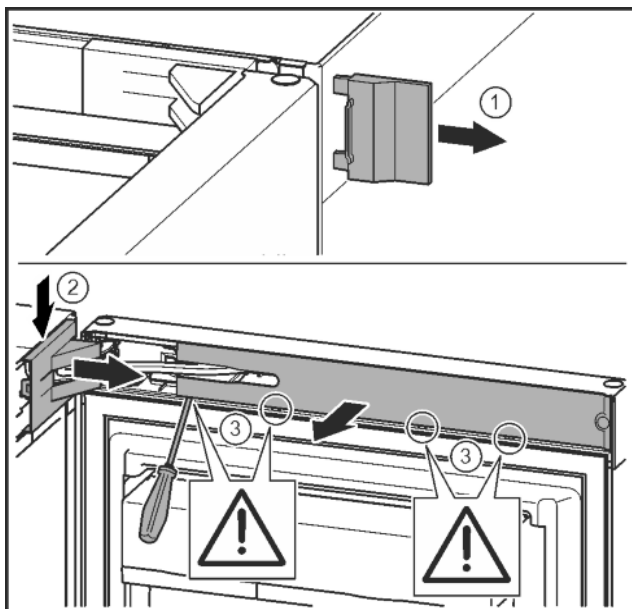

Fig. 9
- ▶ Sejměte vnější kryt. Fig. 9 (1)
- ▶ Odjistěte a uvolněte kryt stojanu ložiska. Sejměte kryt stojanu ložiska. Fig. 9 (2)
- ▶ Plochým šroubovákem odjistěte lištu a otočte ke straně. Fig. 9 (3)